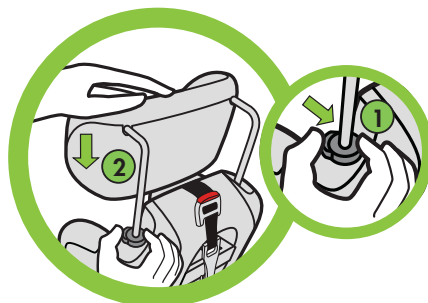

Figura 6b
Presione el botón de ajuste del apoyacabezas situado en el lado izquierdo del asiento (viendo el asiento desde atrás) (1), y empuje el apoyacabezas hacia abajo hasta que se trabe (2), como se muestra en la **figura 6b**.